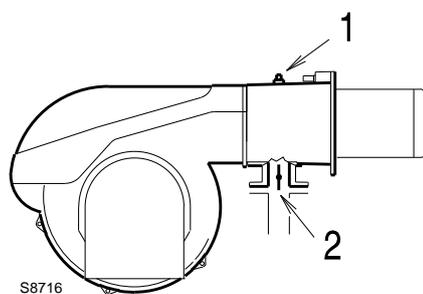

Fig. 27
Pression gaz mesurée à la prise 1)(Fig. 27), avec:
Perte de charge du papillon à gaz 2)(Fig. 27) avec ouverture maximale: 90°.
- soustraire de la pression du gaz à la prise 1)(Fig. 27) la pression chambre de combustion.
Par contre, pour connaître la pression du gaz nécessaire à la prise 1)(Fig. 27), après avoir fixé la puissance maximale de fonctionnement du brûleur:
- Lire la pression à la prise 1)(Fig. 27) sur la droite, colonne 1.
pression nécessaire à la prise 1)(Fig. 27).